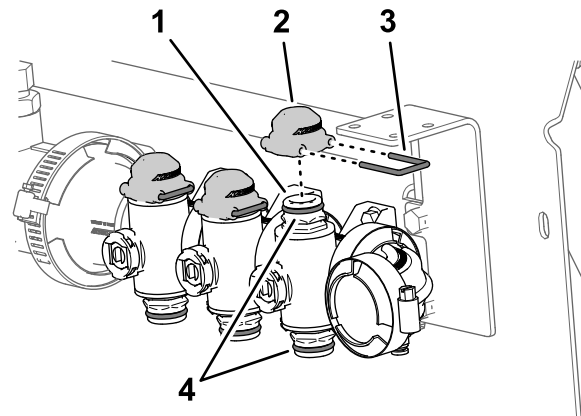

図 50
5. マニホルドバルブのクイックカップラの上下のOリングに、クイックカップラのキャップに付いているグリスを塗る 図 50。
6. クイックカップラ用キャップ3個をクイックカップラ3個に取り付ける 図 50。
7. リテーナ3本を使ってキャップ個をクイックカップラ個に固定する 図 50。